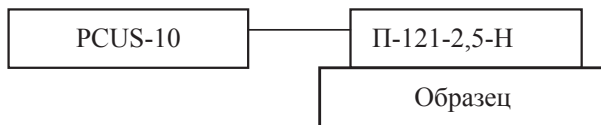

Рис. 4.5. Схема лабораторной установки
3.3. Проверить работоспособность дефектоскопа. Для этого собрать схему измерения согласно рис. 4.5.